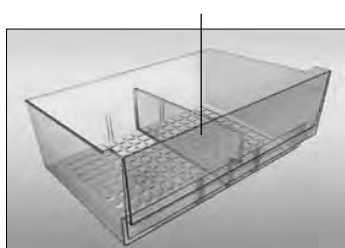

Figura 5
**3.1.3** Vas (pentru legume sau fructe) are un separator în conformitate cu figura 5, care este instalat de-a lungul canelurilor de ghidare într-una din cele trei poziții.